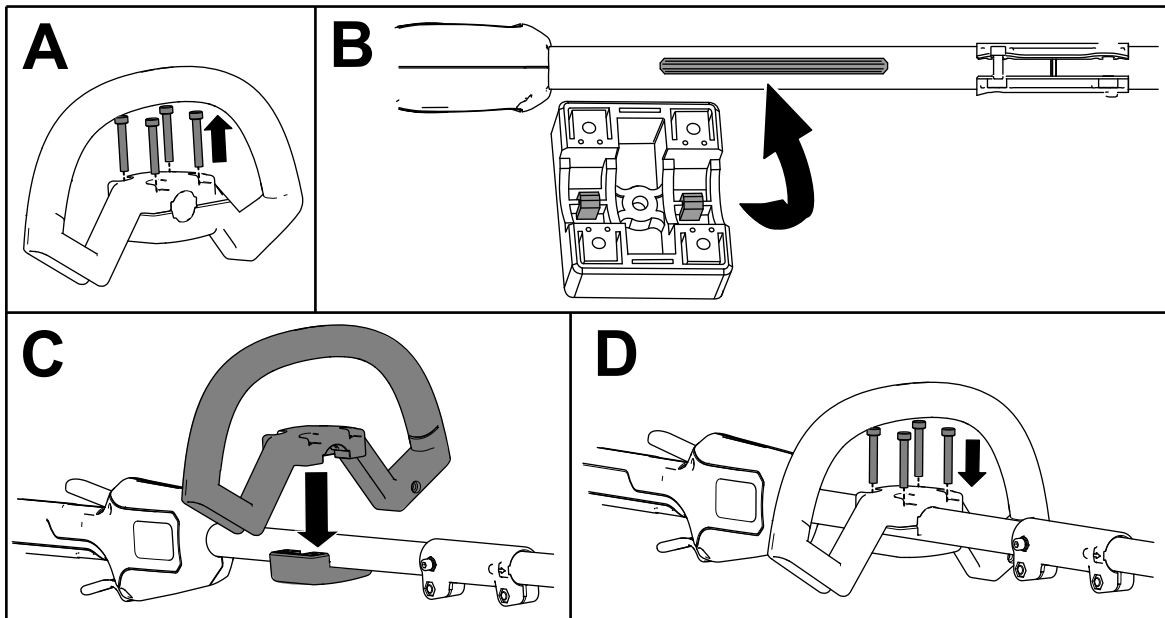

Figura 4
1. Separe la empuñadura auxiliar de la abrazadera retirando los 4 tornillos allen con la llave allen suministrada (Figura 4, A).
2. Alinee las guías de la placa de la empuñadura auxiliar con la guía de la cara inferior del eje de la desbrozadora (Figura 4, B).
3. Alinee la empuñadura auxiliar con la placa de la empuñadura auxiliar en el eje de la desbrozadora (Figura 4, C).
4. Sujete la empuñadura auxiliar a la placa de la empuñadura con los 4 tornillos allen que retiró anteriormente (Figura 4, D).
3. Sujete el protector a la base de la desbrozadora con los 2 tornillos allen, las 2 arandelas y los 2 espaciadores que retiró anteriormente (Figura 4, C).